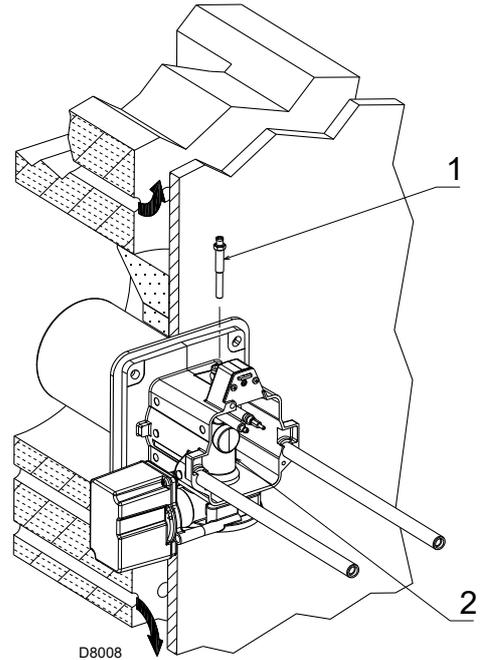

Abb. 15
- die Schraube 1)(Abb. 15) entfernen;
- das Innenteil 2)(Abb. 15) des Kopfes herausziehen und deren Einstellung vornehmen.
An dieser Stelle der Installation ist der Flammkopf am Heizkessel wie in Abb. 15 befestigt.